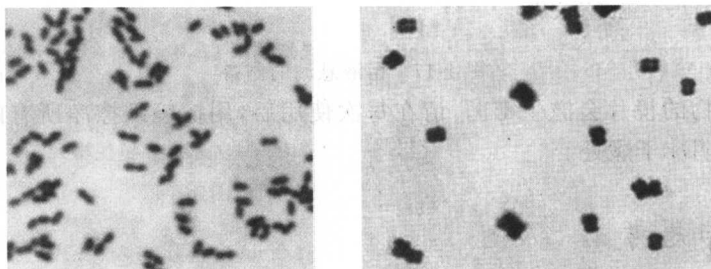

图 1-15 双球菌和四联球菌
2. 看示范镜,观察双球菌和四联球菌(如图 1-15 所示),并绘图。